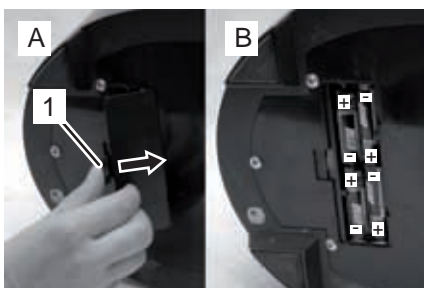

Fig. 4
2. Enfoncez le clip (Fig. 4/1) et retirez le couvercle du compartiment à batteries.
3. Mettez les batteries. Veillez à respecter la bonne polarité (Fig. 4/B).